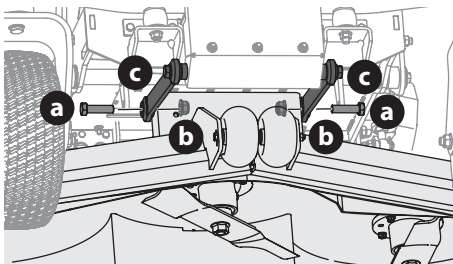

Figure 51
- Retirez les vis hexagonales (a) et les contre-écrous à embase (b) qui fixent les tiges de commande avant du plateau de coupe (c) au plateau de coupe (Figure 51).